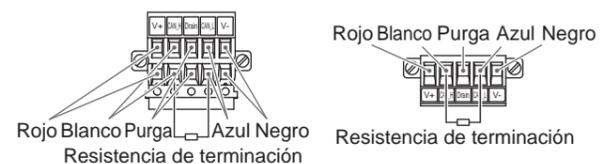

Figura 2
- (2) Se requiere una terminación bus en ambos extremos del segmento bus DeviceNet™, tal como se muestra en la Figura 2. La especificación de la resistencia de terminación es de 121 Ω±1%, 1/W.